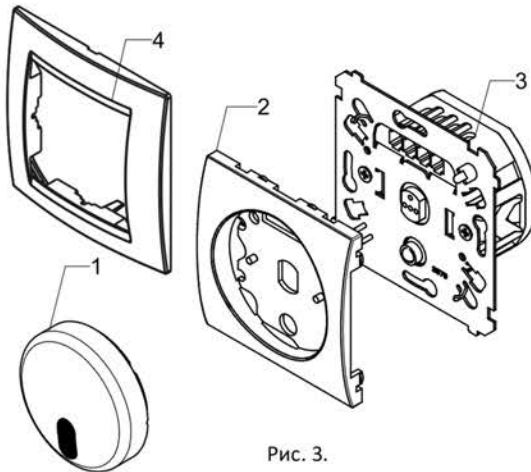

Рис. 3.
Снимите кнопку (1) и крышку регулятора (2) с рабочего блока (3). Подключите регулятор (3) согласно схемам, приведенным выше. Вставьте регулятор в монтажную коробку и закрепите его там и далее собирайте в обратном порядке (рис. 3).